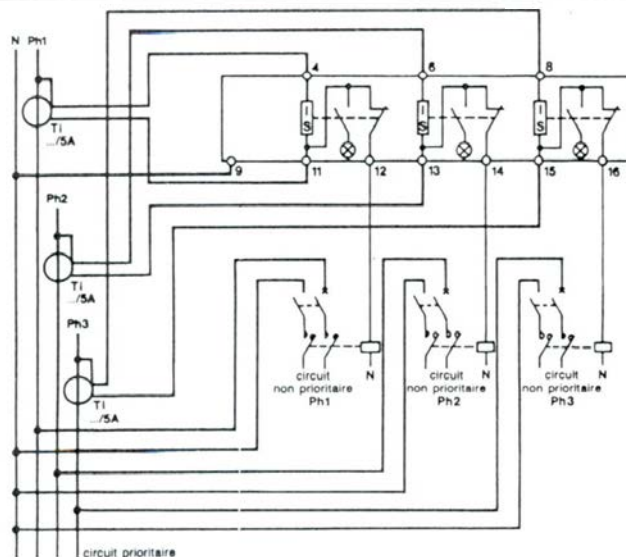

fig. 5
■ **Cas de branchement > 36 kVA :** le délestage s'effectue par l'intermédiaire d'un transformateur d'intensité de rapport 5A au secondaire (réglage seuil 5A). Pour ce type d'utilisation, il est nécessaire d'employer un contacteur sur les circuits non prioritaires (voir fig. 5).